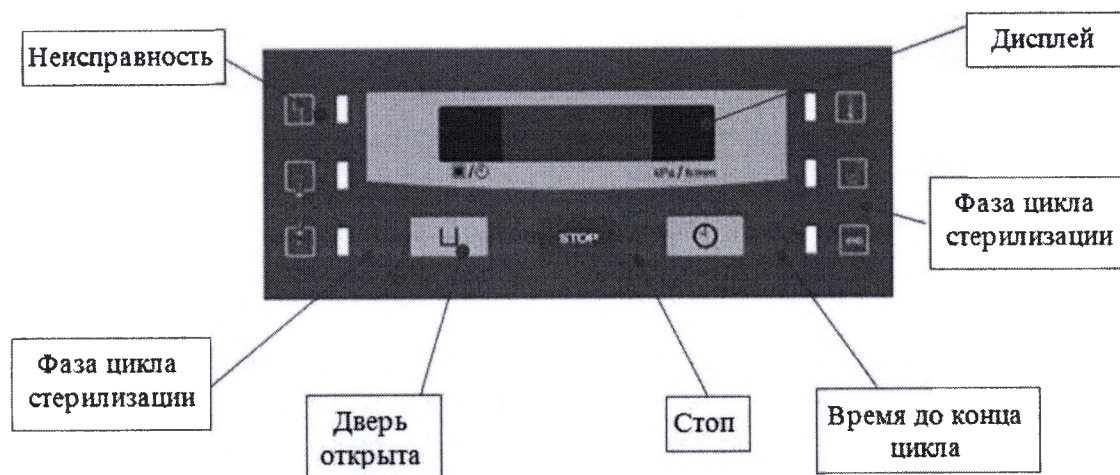

Рисунок 2. Вид индикации со стороны выгрузки материала
1.7.2 Со стороны выгрузки материала рисунок 2.